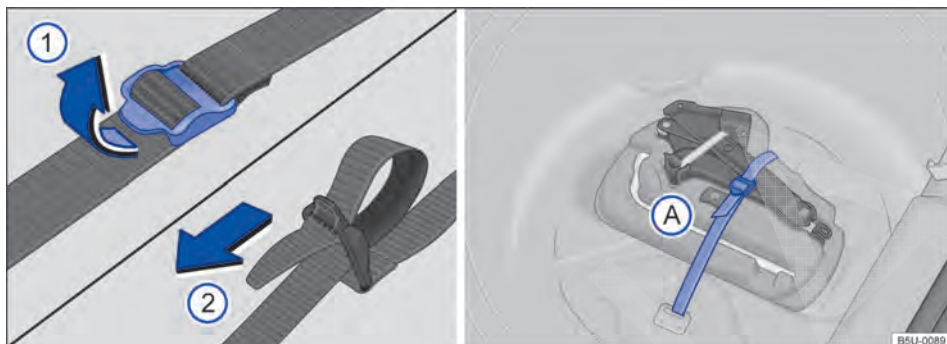

Fig. 161 No compartimento de bagagem: cinta de fixação da caixa de ferramentas e caixa de ferramentas de bordo.
Para soltar a cinta de fixação → Fig. 161 (A), puxar a fivela no sentido da seta ①.